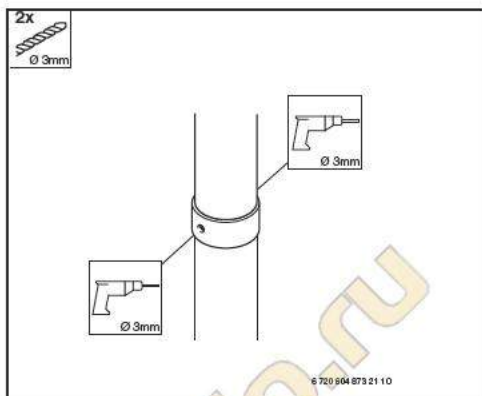

Рис. 31
► Высверлите два отверстия диаметром 3 мм в трубе воздуха горения. Максимальная глубина сверления – 8 мм. Крайне важно, чтобы дымовая труба не была повреждена (Рис. 31 ).